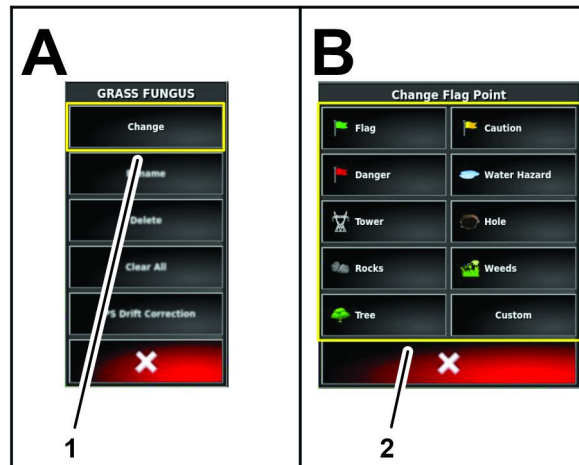

Figura 84
1. No menu de edição da sinalização, pressione o ícone ALTERAR (Figura 84).
2. No menu de alterar sinalização, pressione o ícone para o tipo de sinalização (Figura 84).